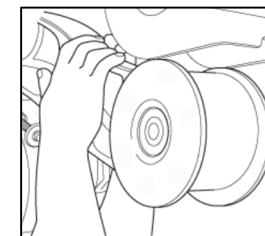
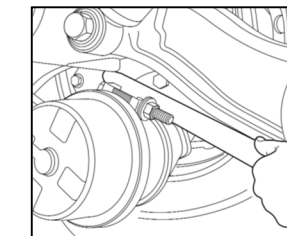

Fig.5
Fig.6
8. Ruotare con attenzione il braccio longitudinale fino ad allontanarsi dal supporto sospensione (Fig. 5). NON fare leva sul cilindro freno come mostrato in figura (Fig. 6).